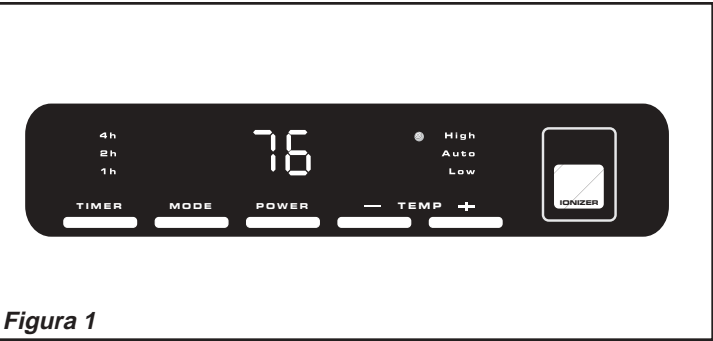

Figura 1
- 6. Al encender el Calefactor, la unidad estará en calor ALTO (1500 vatios) y mostrará la temperatura actual de la habitación (**Figura 1**)